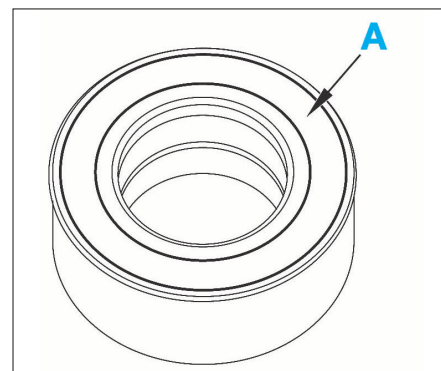

FIG. 32
- Monter la face "A" du roulement avec roue magnétique intégrée côté arbre de transmission (Fig.32).